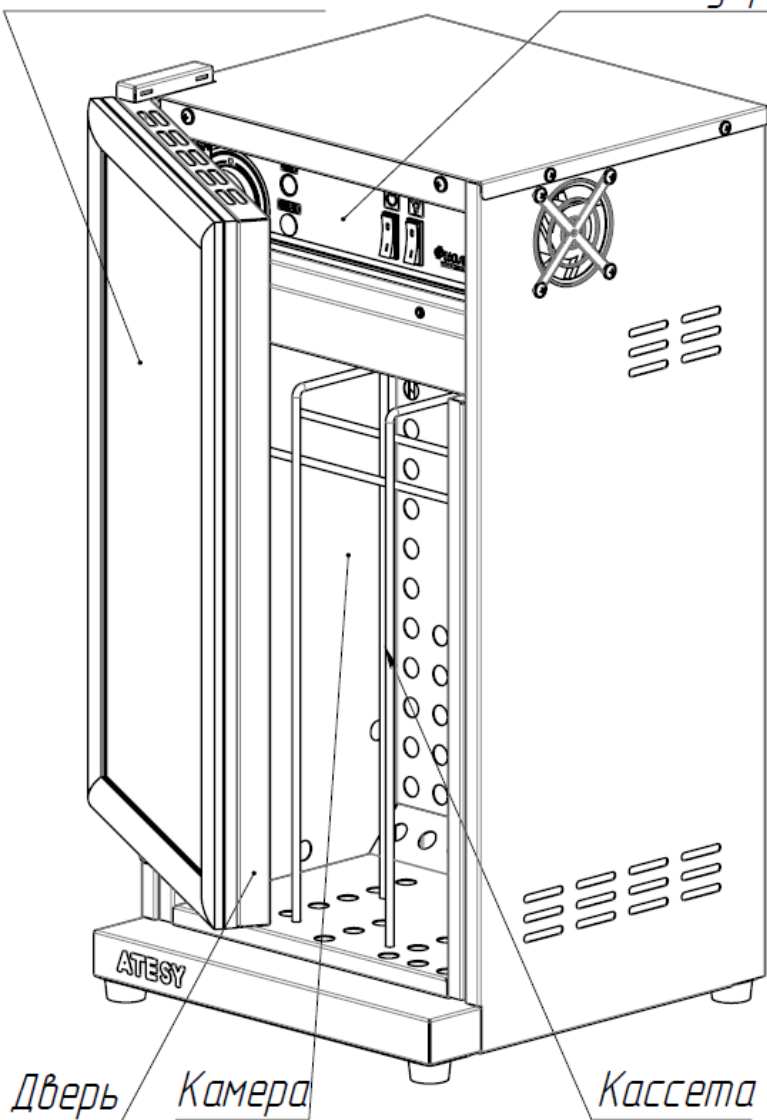

Рис. 1. Общий вид.
1.6. Общий вид шкафа представлен на Рис. 1.